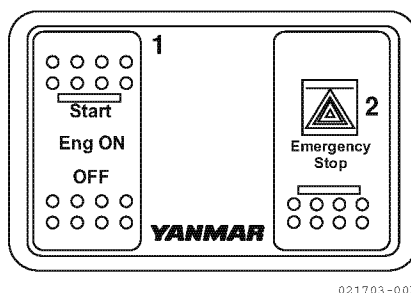

Figura 9
1. Interruptor Eng ON (Motor LIGADO) (1, **Figura 9**) está ligado ao painel do 1º comando.
3. O interruptor de Paragem de emergência está ligado em série com o painel do 1º comando (2, **Figura 9**).